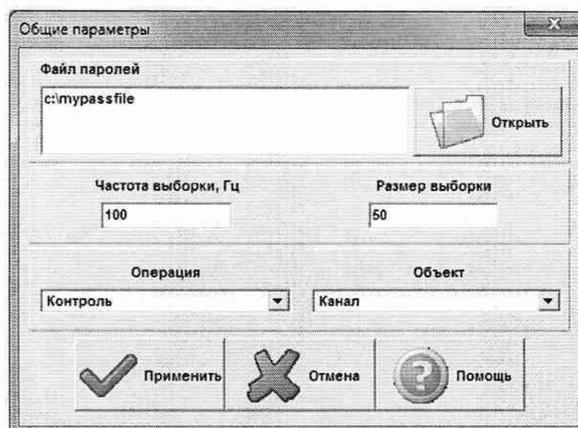

Рисунок 8 – Окно «Общие параметры»
8.11.1 В меню «Настройки/Общие» ПО «Метрология» открыть окно «Общие параметры» (Рисунок 8) и выполнить следующие действия: